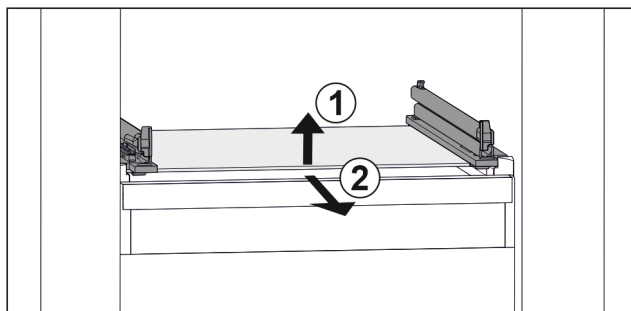

Fig. 137 Simbolična slika steklene plošče
- ▶ Stekleno ploščo dvignite v smeri naprej. Fig. 137 (1)
- ▶ Stekleno ploščo odstranite v smeri naprej. Fig. 137 (2)